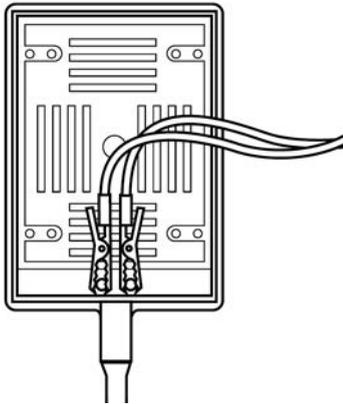

Figure 15 Branchement du connecteur de la sonde
- b** Raccorder les câbles rouges aux vis à tête creuse présentes sur le connecteur de la sonde, comme indiqué à la **Figure 15**.